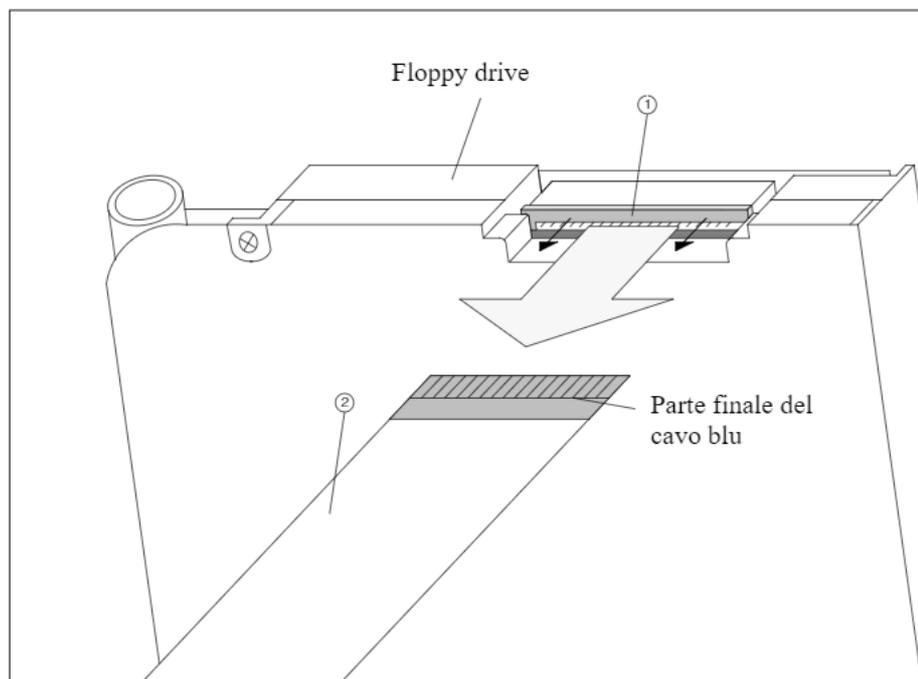

Figura 6-5 Allentare il fermo di fissaggio e estrarre lo spinotto del cavo piatto
1. Aprire il fermo di fissaggio ① come mostrato in figura 6-5 in direzione della freccia.
2. Estrarre il cavo piatto ②.